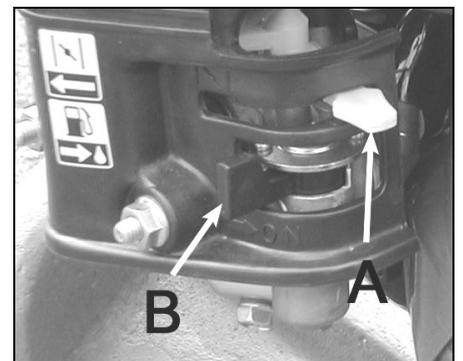

Figure 8
Le levier (figure 8, repère A) est le starter. Il sert lors du démarrage à froid. Pour l'actionner :
- Déplacer le levier (figure 8, repère A) vers l'avant.
- Le robinet d'essence (figure 8, repère B) permet d'ouvrir ou de couper l'alimentation en carburant.
- Amenez le robinet d'essence sur la position "ON" (figure 8, repère B).
- Tirez la commande de starter à fond (figure 8, repère A) si le moteur est froid ou placez la manette des gaz à moitié de sa course si le moteur est chaud (pas de starter à chaud).